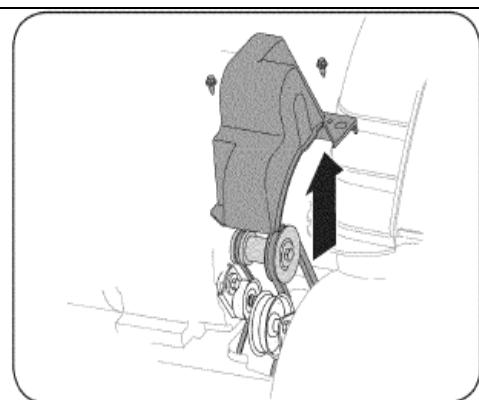

Рис. 28
2. Отверните 2 самореза, крепящих пластиковый кожух ремня в передней части двигателя, и снимите его. См. Рис. 28.
- Отверните 2 самореза, крепящих пластиковый кожух ремня в передней части двигателя, и снимите его. См. Рис. 28.